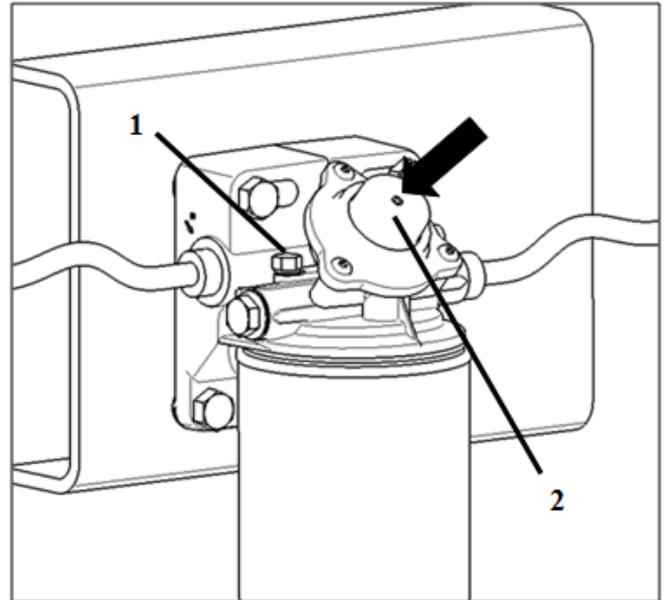

Fig. 6 Purga
- Enrosque el tornillo de purga (Pos. 1, Fig. 6).
- Active la bomba de mano (Pos.2, Fig. 6) para succionar el carburante.